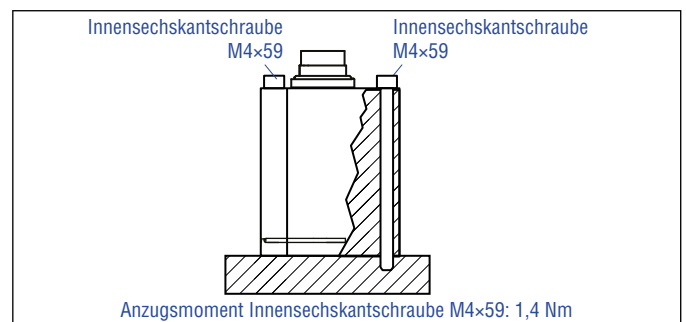

Abb. 32: Befestigung mittels Innensechskantschrauben M4x59
- Montieren Sie das Sensorelektronikgehäuse über die drei Innensechskantschrauben M4x59 aus unmagnetischem Material. Anzugsmoment: 1,4 Nm (Abb. 32). Sichern Sie die Schrauben vor dem Wiedereinbau, z.B. mit Loctite 243.
- Montieren Sie das Sensorelektronikgehäuse über drei Innensechskantschrauben M4x59 aus unmagnetischem Material. Anzugsmoment: 1,4 Nm (Abb. 32). Sichern Sie die Schrauben vor dem Wiedereinbau, z.B. mit Loctite 243.